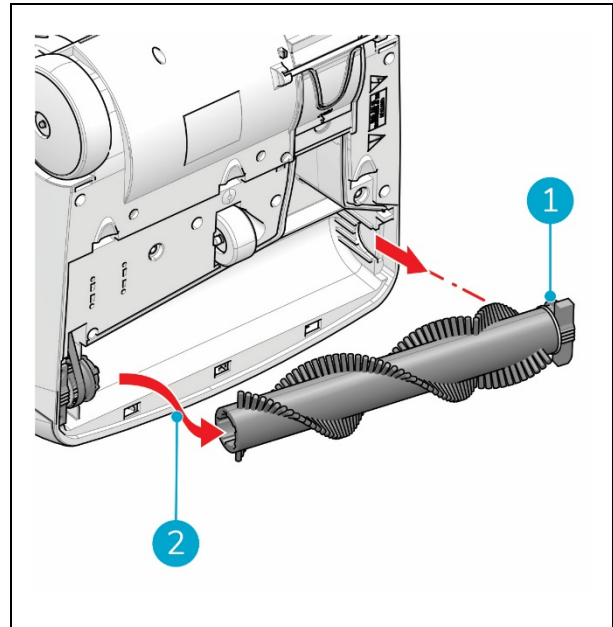

Abbildung 26
5. Ziehen Sie die rotierende Bürste am Griff (Abbildung 26, Pos. 1) aus der Bürsteneinheit (siehe Abbildung 26, Pos. 2).